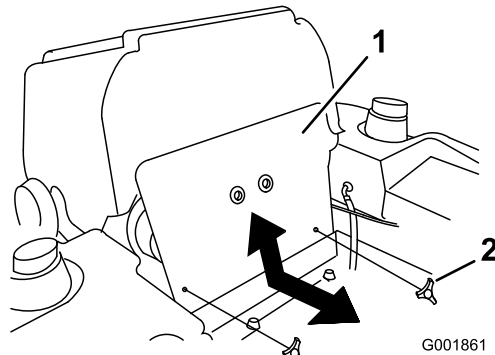

Figura 55
1. Incline el asiento hacia adelante y retire el panel delantero del motor (Figura 55).